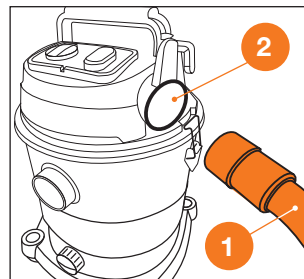

Рис. 20
При использовании пылесоса в режиме выдувания воздуха, вставьте всасывающий шланг ① в гнездо ② на крышке пылесоса и зафиксируйте его, повернув по часовой стрелке до щелчка (Рис. 20).